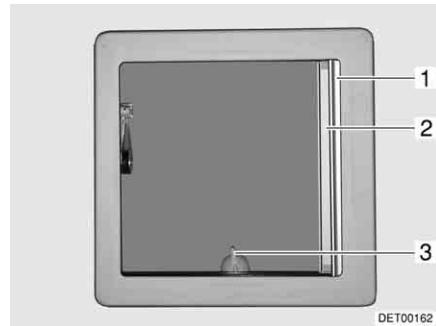
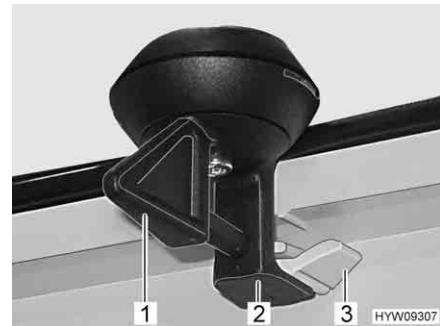

Fig. 72 Oblò inclinabile
Fig. 73 Bloccaggio (oblò inclinabile)
- Ruotare la leva (Fig. 73,1 o Fig. 72,3) di un quarto di giro.
- Girare la leva di un quarto di giro. Il bloccaggio (Fig. 73,2) deve entrare nell'aggancio inferiore (Fig. 73,3).
- Tirare la tendina oscurante pieghevole (Fig. 72,1) fino alla posizione desiderata e rilasciare. La tendina oscurante pieghevole rimane in questa posizione.
- Estrarre la zanzariera a rullo (Fig. 72,2) fino a quando non scatta il blocaggio dalla parte opposta.